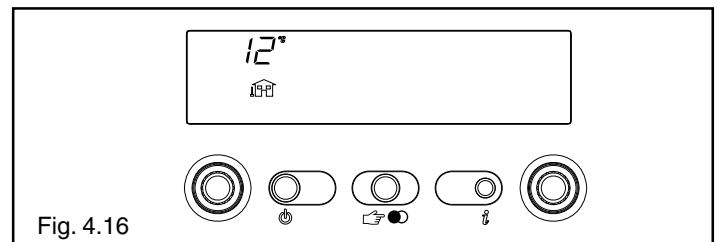

Fig. 4.16
- 1 solo con sonda esterna collegata, visualizza la temperatura esterna (esempio 12 °C) (fig. 4.16).